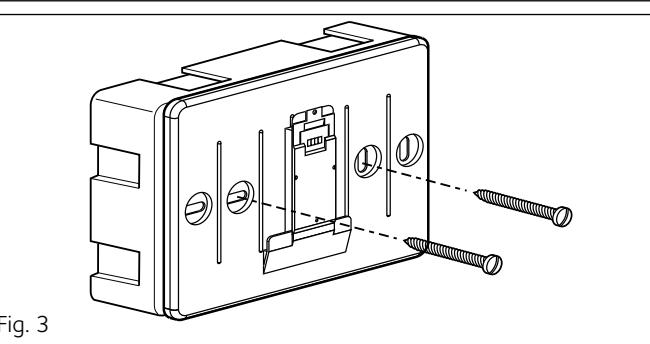

Fig. 3
- fissare la base dell'apparecchio alla scatola sulla parete, usando le viti fornite nel kit (fig.3),